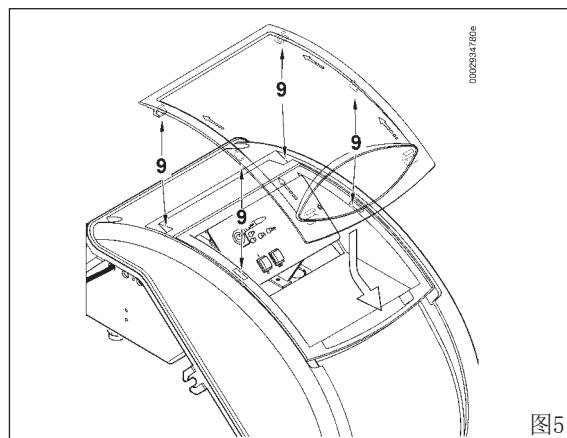

图5
- 为了正确安装好透明的盖板，如图5所示，对应各自的点（9）定位挂钩，并按箭头方向滑动门直到听到轻微的接触。这是就可以确保密封良好。